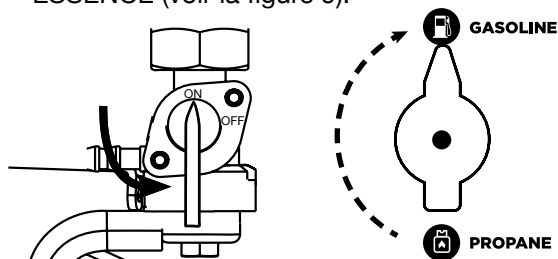

Figure 9 - Arrêt du carburant - ON
- a. Déplacer le robinet d'arrêt du carburant en position ON (voir la figure 9).
- b. Tournez le bouton du sélecteur de carburant sur ESSENCE (voir la figure 9).